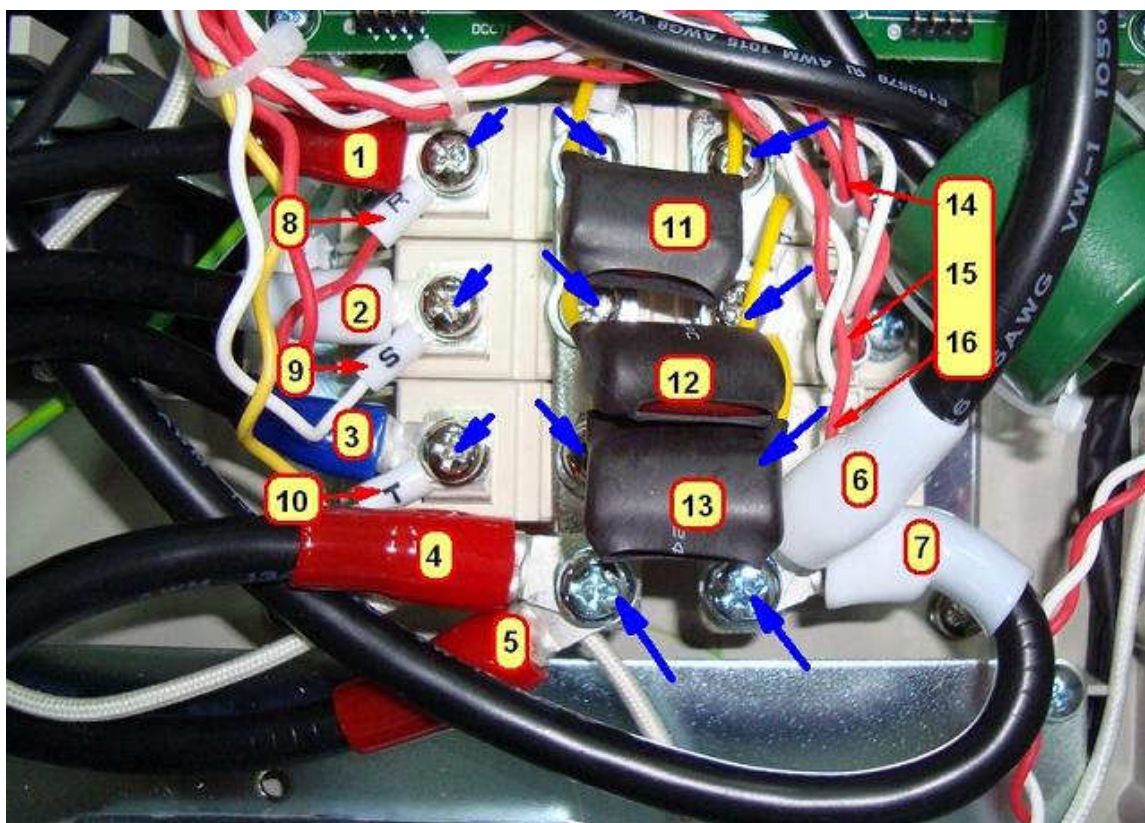

Рис.7.11
7.8.7. Соединить провода с контактами диодно-тиристорных модулей и с контактами шин в (табл.7.3, рис. 7.11), вкрутив 5 винтов.